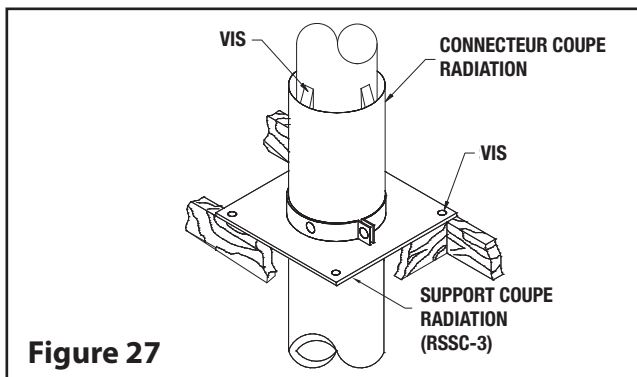

Figure 27
- Étape 6: Faire glisser le connecteur vers le bas jusqu'à ce que le bas du tube isolé dépasse le dessous du plafond. Ajuster la hauteur de manière à ce qu'un minimum de 1 po du connecteur de coupe radiation dépasse sous le plafond (voir **Figure 27**).